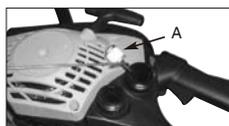

Fig. 16
- Løft filteret (A) ut av tanken (Fig. 16).